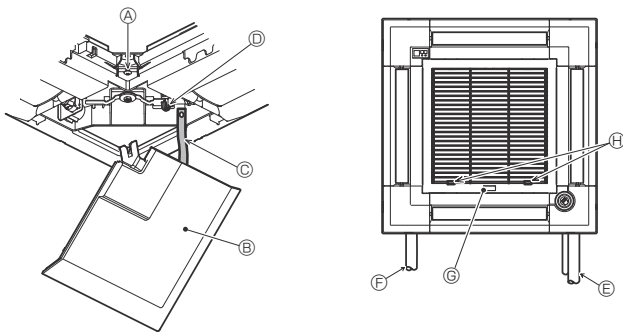

Fig. 9-12
9.5. Het inlaatrooster monteren (Fig. 9-12)